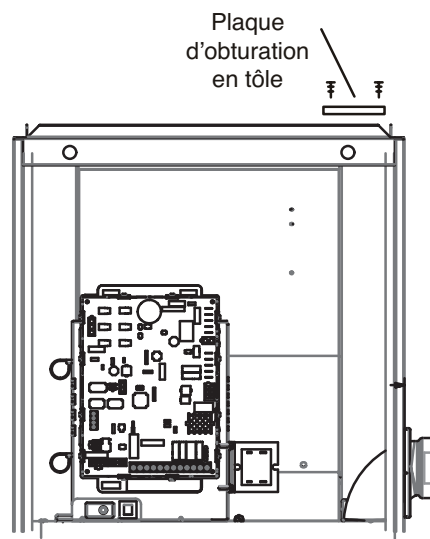

FIGURE 16
- 8 - Réutiliser la plaque de raccordement pour couvrir le trou dans le capuchon supérieur. Voir la FIGURE 16. Retirer les 2 vis qui fixent le capuchon supérieur sur l'appareil sur le côté droit et les réinstaller en fixant le bord droit de la plaque de raccordement et le côté droit du capuchon supérieur sur l'appareil. Utiliser 2 vis à tôle auto-taraud (fournies) pour terminer de fixer du bord gauche de la plaque de raccordement sur le côté gauche.